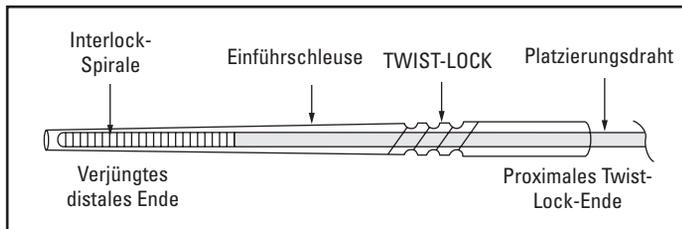

Abbildung 5. Einführschleuse mit Twist-Lock-Mechanismus
9. Das Interlock - 35 Faser-IDC Okklusionssystem in der Einführschleuse freisetzen. Hierzu die Schleuse auf beiden Seiten des Twist-Lock-Mechanismus leicht zusammendrücken und die proximale Seite gegen den Uhrzeigersinn drehen (Abbildung 5 und 6).